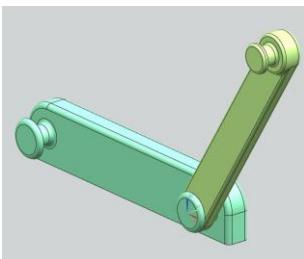

Рис.15
- Итак, на примере несложного двухзвенного механизма (рис.15), с одной единственной кинематической парой типа *Вращательный шарнир*, мы постараемся кратко рассмотреть основные этапы подготовки и анимации представленного примера.
- В этой директории присутствуют только две модели деталей (рис. 15,16).
- В эту сборку загрузите обе детали с *совпадением абсолютной системы координат*. В результате, в проекте сборки, в рабочем поле вы должны получить свой механизм таким, как изображено на рис.15. Пример придуман так, чтобы сейчас не отвлекаться на создание дополнительных ограничений сборки.